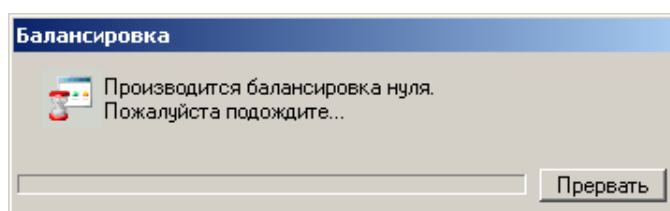

Рис. 18. Окно «Балансировка»
2.2.4.14 Для начала балансировки необходимо нажать кнопку «Балансировка нуля». Во время балансировки будет выведено окно «Балансировка канала», показанное на Рис. 18. Окно «Балансировка», в котором будет отображаться ход процесса. Величины напряжений смещения, полученные в результате балансировки каналов, будут отображены в поле «Значения балансировки» при открытии окна «Свойства канала x-y», пример которого показан на Рис. 18.